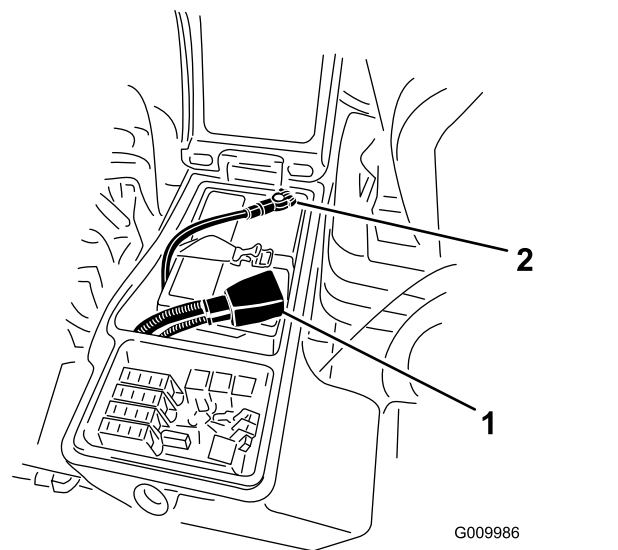

图 42
5. 将正极红色接线连接到正极 (+) 电池端子负极黑色接线连接到负极 (-) 电池端子 (图 42)。